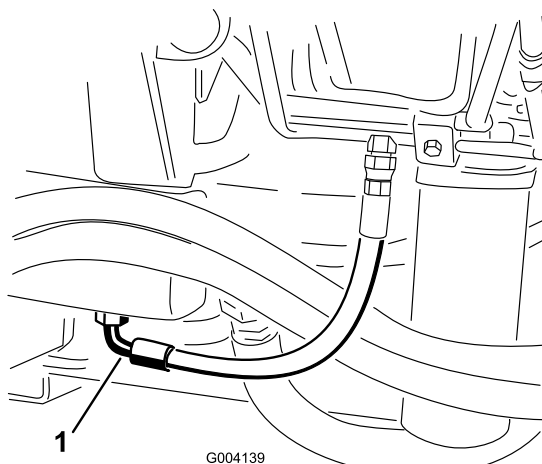

Figure 75
2. Placez un grand bac de vidange sous le raccord monté au bas du réservoir de liquide hydraulique (Figure 75).